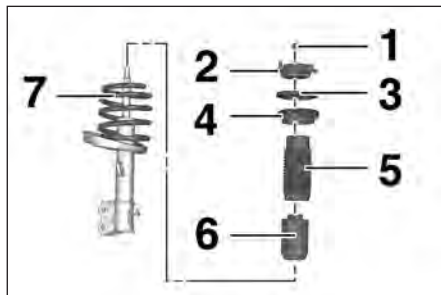

FIG.8
- l'écrou (1) (Fig.8).
- le support (2).
- Décompresser puis dégager le ressort (7).
- la coupelle supérieure (3),
- la cloche (4),
- le soufflet de protection (5),
- la butée d'amortisseur (6).